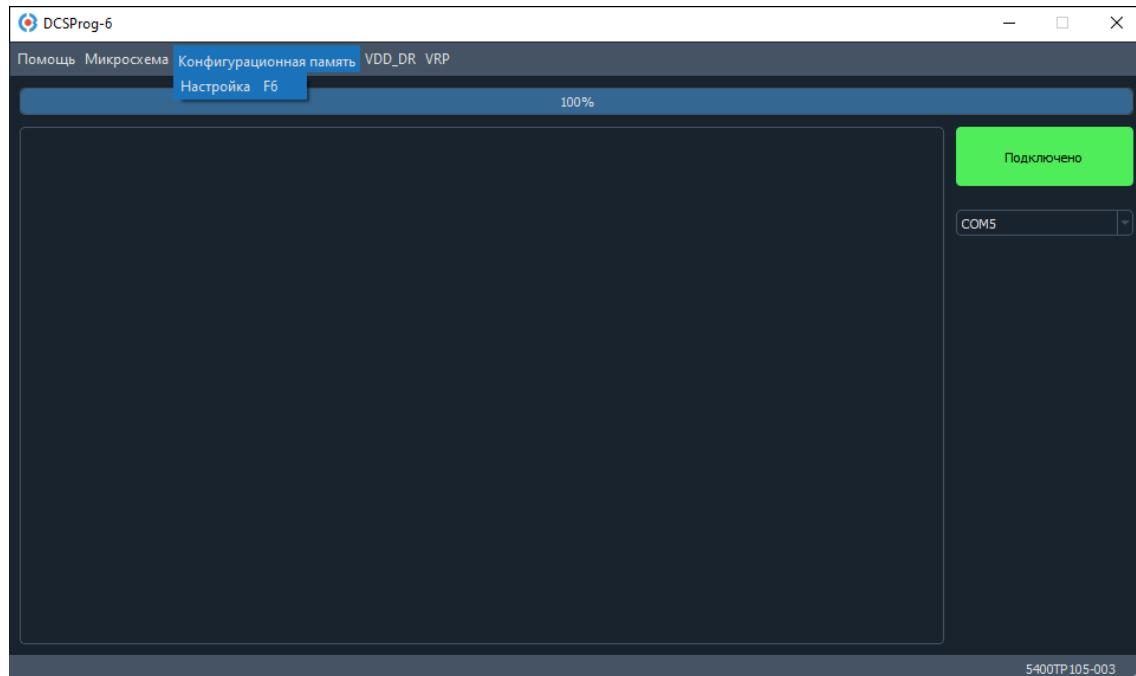

Рисунок 54. Настройка конфигурационной памяти
1. В программе DCSProg6 нажмите «Конфигурационная память» → «Настройка» (Рисунок 54).